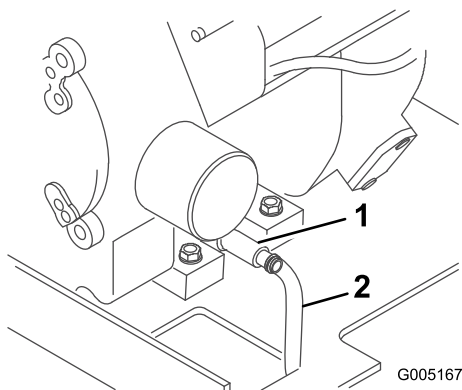

Bild 24
4. Stecken Sie ein Ende des Schlauchs auf das Ablassventil und das andere Ende in eine Wanne (Bild 24).
5. Öffnen Sie das Ablassventil durch drehen gegen den Uhrzeigersinn und gleichzeitiges herausziehen (**Bild 24**).